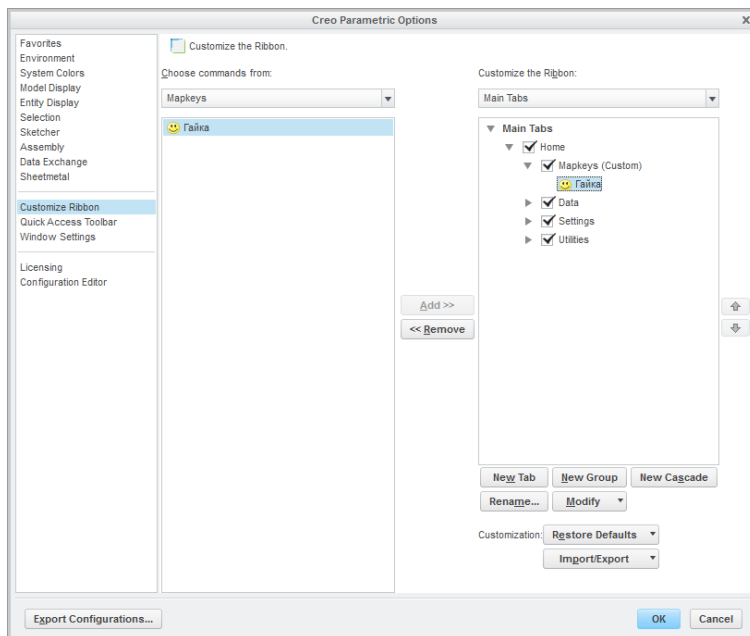

Рисунок 1.8 – Додання піктограми макросу в групу інструментів
- Вибрати піктограму макросу в групі інструментів. Для цього необхідно додати на групу інструментів кнопку відповідного макросу (**File (Файл) → Options (Опції) → Customize Ribbon (Налаштувати стрічку) → Markkeys (Макроси)**) (рис. 1.8).